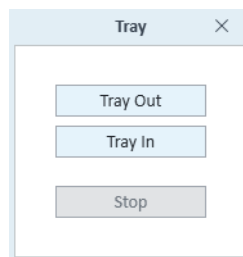

Abbildung 8. Teller-Widget-Dialogfeld
- 1 Klicken Sie auf das Teller-Widget, um das Teller-Widget Dialogfeld anzuzeigen (siehe **Abbildung 8**).